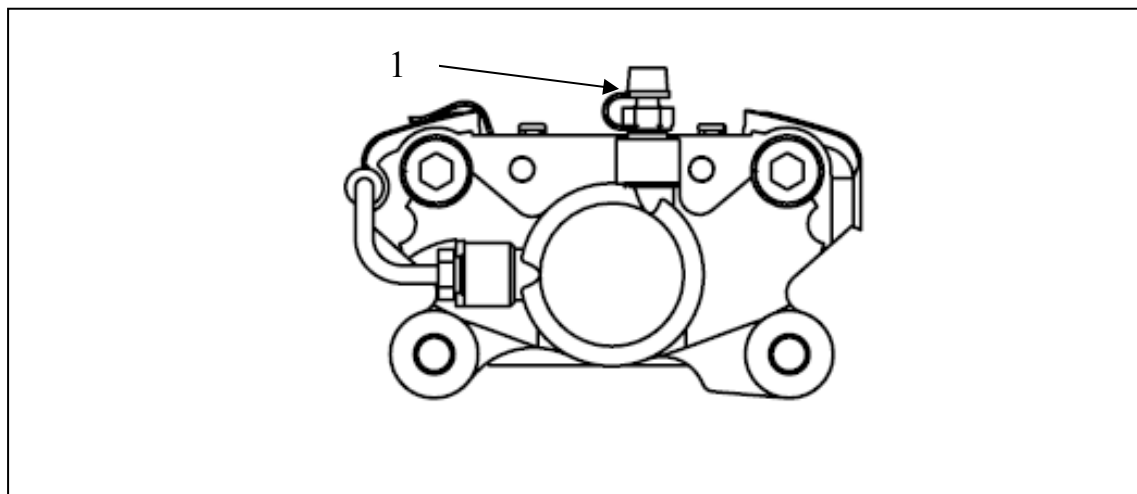

Рисунок 31 – Тормозной суппорт
2. Налейте тормозную жидкость в емкость бачка, наденьте трубку на перепускной штуцер 1 (рисунок 31) тормозного суппорта, свободный конец трубки погрузите в тормозную жидкость, залитую в специальную емкость;